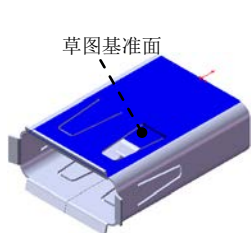
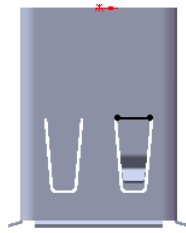

图 10.43 草图基准面
图 10.44 横断面草图
(1) 选择下拉菜单 **插入(I)** → **钣金(B)** → **绘制的折弯(S)...** 命令。
(2) 定义横断面草图。选取图 10.43 所示的模型表面为草图基准面, 绘制图 10.44 所示的横断面草图。
(3) 定义绘制的折弯参数。在“绘制的折弯”对话框的“折弯位置”选项选取“折弯在外”按钮, 并在文本框中输入角度值 5; 取消 ☐ 使用默认半径(R) 复选框, 在文本框中输入折弯半径值 10。
(4) 单击按钮, 完成绘制的折弯 3 的创建。